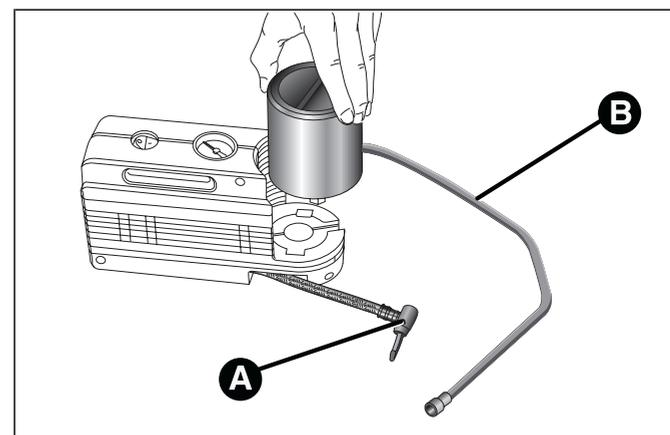

fig. 124
- débrancher le raccord A fig. 124 ;